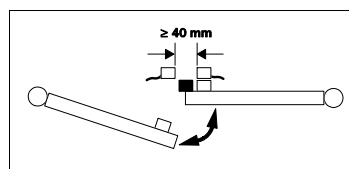

Fig. 7: esempio di montaggio in porte basculanti
- Distanza minima tra due interruttori di sicurezza ad azionamento magnetico adiacenti: 40 mm. Per le porte basculanti l'attuatore andrà predisposto sullo spigolo di chiusura (Fig. 7).